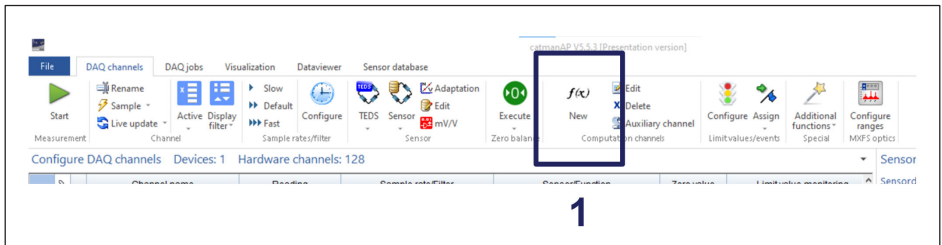

図5.6 新規計算チャンネルボタン
- 「新規」計算チャンネルボタンをクリックします（図5.6の1を使用）。